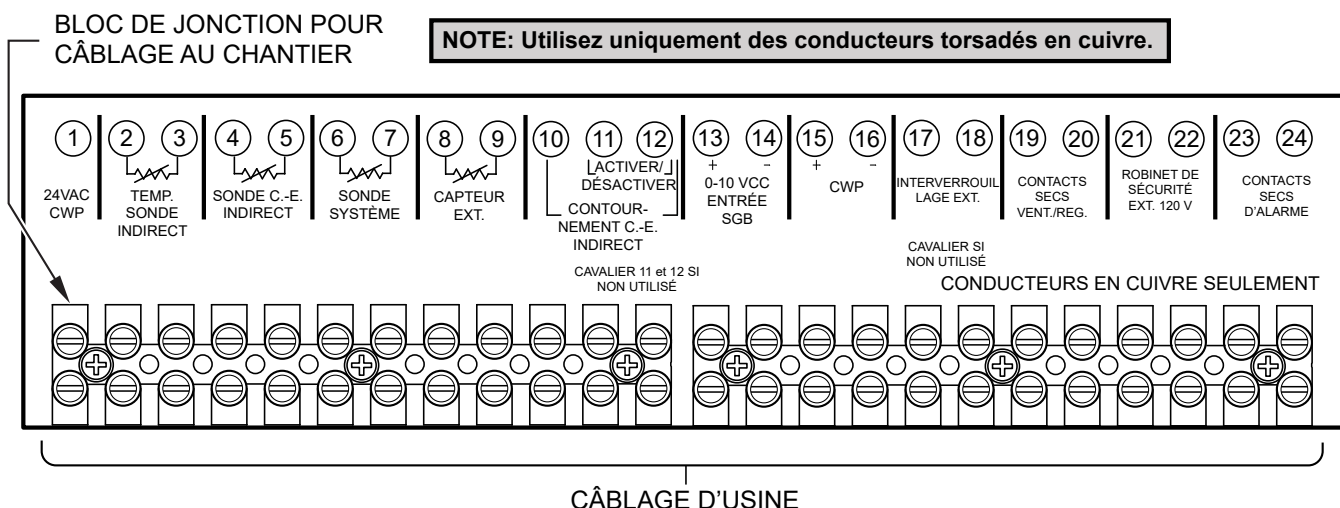

Figure 29. Câblage basse tension
Les sondes, dispositifs d'interverrouillages, relais et contacts d'alarme, sont alimentés par l'entremise du bornier basse tension à l'avant de l'appareil, comme indiqué à la **Figure 29**.
Raccordez les câbles Enable/Disable au bornier de l'appareil (bornes 11 et 12), comme illustré à la **Figure 29**. Toute fermeture des contacts secs, notamment ceux d'un thermostat distant, reliés à ces bornes, mettra l'appareil en marche.
- Si le système doit comporter un capteur extérieur, connectez les fils du capteur aux bornes (8 et 9) marquées OUTDOOR SENSOR, voir **Figure 29**.
- Pour activer cette fonction de commande à distance, réglez le micro-interrupteur DIP 5 à la position UP sur la carte PIM. Le micro-interrupteur DIP 5 bascule entre un signal EMS (UP) ou le signal VERSA (DOWN).
- Le micro-interrupteur DIP 2 de la carte PIM bascule entre une entrée Direct Drive (UP) et une température de consigne cible (DOWN).
- Connectez un système de gestion du bâtiment ou tout autre module de commande auxiliaire aux bornes marquées 0-10V (+/-), voir **Figure 29**. Portez une attention particulière pour éviter que toute partie du circuit +0-10 V n'entre en contact avec une surface mise à la terre.
2. Connectez le débitmètre de la boucle secondaire aux bornes 6 et 7 du bornier de l'appareil principal, voir **Figure 29**.
3. Connectez le capteur de température extérieur aux bornes 8 et 9 du bornier de l'appareil principal, voir **Figure 29**.
4. Connectez le câblage Enable/Disable aux bornes 6 et 7 du bornier de l'appareil principal. Cette connexion doit être fournie par la fermeture des contacts secs, voir **Figure 29**. L'application d'une tension de 24 VCA à ces bornes entraînera la fonte du fusible de la carte PIM.
Il est possible de raccorder une sirène ou un clignotant aux contacts d'alarme du bornier. Les bornes de l'alarme sont des contacts secs d'une capacité de 3A devant être raccordés à un relais normalement ouvert qui se referme en cas de panne ou de verrouillage. La tension maximale à travers ces contacts est de 30 VCA ou 30 VCC, voir **Figure 29**.